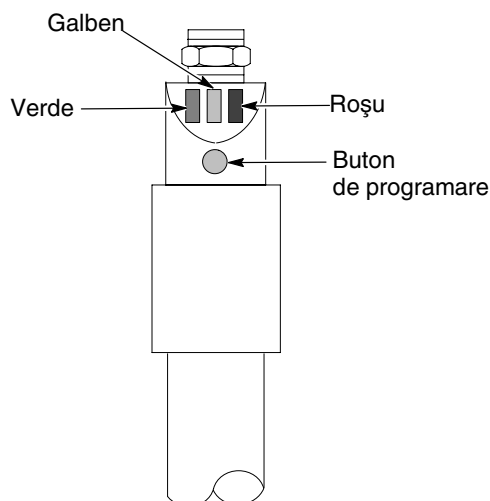

Figura 4-11 Programarea sondei senzorului de nivel cu 1 buton
3. A se vedea Figura 4-11. Apăsăți butonul de programare până când ledul verde devine intermitent lent, apoi lăsați-l. Când ledul verde nu mai este intermitent, iar ledul galben se stinge, senzorul de nivel este programat pentru gol.
2. A se vedea Figura 4-11. Apăsăți butonul de programare până când ledul verde devine intermitent rapid, apoi lăsați-l.